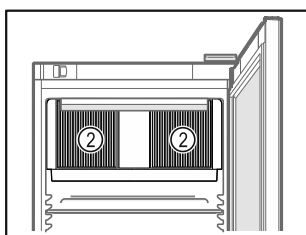

Fig. 49
- ❑ Udržiavajte voľné vetracie štrbiny Fig. 49 (2) cirkulačného ventilátora vo vnútornom priestore.